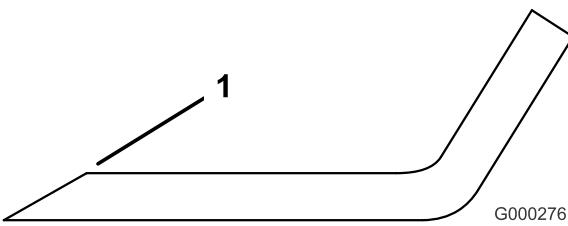

Figura 61
1. Utilice una lima para afilar el filo de corte en ambos extremos de la cuchilla (Figura 61). Mantenga el ángulo original. La cuchilla permanece equilibrada si se retira la misma cantidad de material de ambos bordes de corte.